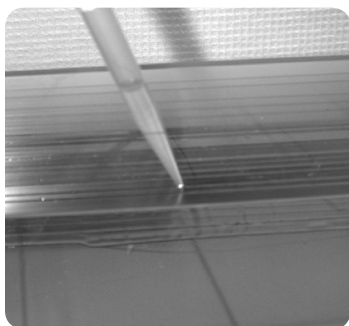

Fig 16. Aplicando sobreposição.
- 5 Sobrepor cada gel com uma fina camada de água saturada de n-butanol ou tampão de gel de diluídos para obter a melhor superfície no topo do gel. Lentamente aplicar a sobreposição perto da superfície do gel a partir de um lado, tendo o cuidado de evitar a mistura. Permitir que a sobreposição para fluir ao longo da superfície nu (Fig. 16).